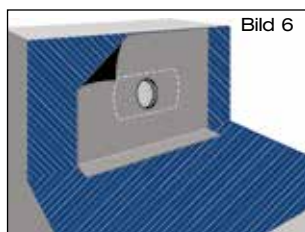

Bild 6
1.7 Bei bituminösen Dampfsperrbahnen sind Decke und Wand mit Bitumen-Voranstrich zu versehen (Bild 6 bzw. 6A).